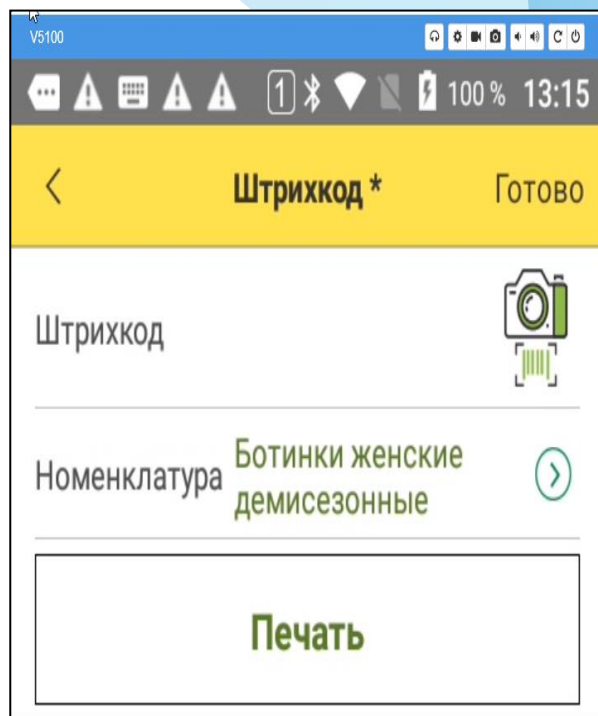

Рис. 2.5 - Авто привязка штрихкодов
- **Авто привязка неизвестных штрихкодов** - в этом случае программа автоматически будет создавать номенклатуру с привязанной к ней штрихкодом, при этом наименование номенклатуры будет значение штрихкода (Рис. 2.5);